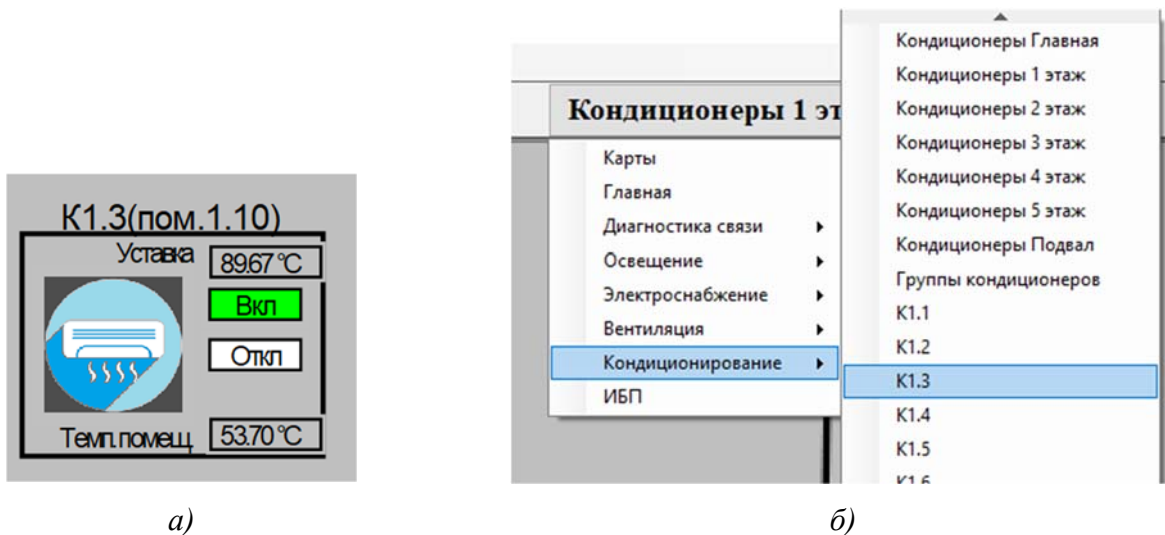

Рис. 2 – Выбор объекта
- нажав на соответствующий значок на схеме (Рис. 2, а);
- выбрав нужный объект из списка (Рис. 2, б).